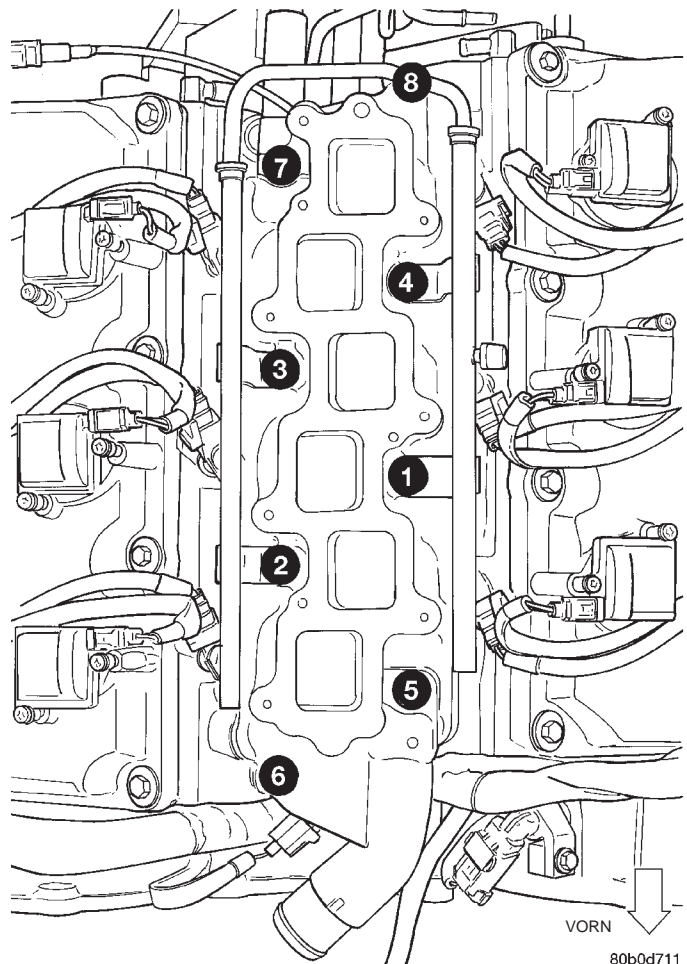

Abb. 12 Anzugsreihenfolge für Ansaugkrümmer-Unterteil
(2) Dichtungen auf Risse und Einschnitte untersuchen. Nach Bedarf austauschen.
(3) Die Dichtung und den Ansaugkrümmer am Zylinderkopf ansetzen.
(4) Das Kraftstoff-Verteilerrohr einschließlich Einspritzventilen einbauen.
(5) Die Schrauben des Ansaugkrümmers eindrehen und mit nach und nach zunehmendem Anzugsmoment in der in (Abb. 12) gezeigten Reihenfolge festziehen, bis ein Anzugsmoment von 28 N·m (250 in. lbs.) erreicht ist.